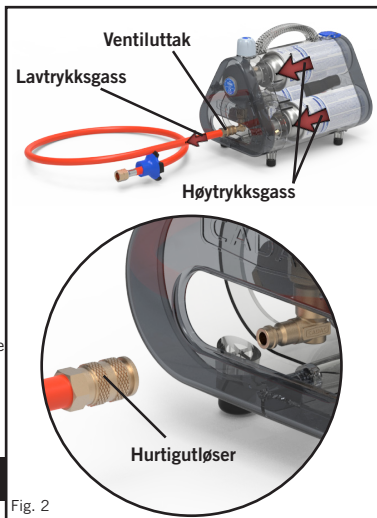

Fig. 2
- Forsikre deg om at slangen er ordentlig koblet til strømtuttaket (Fig. 2).